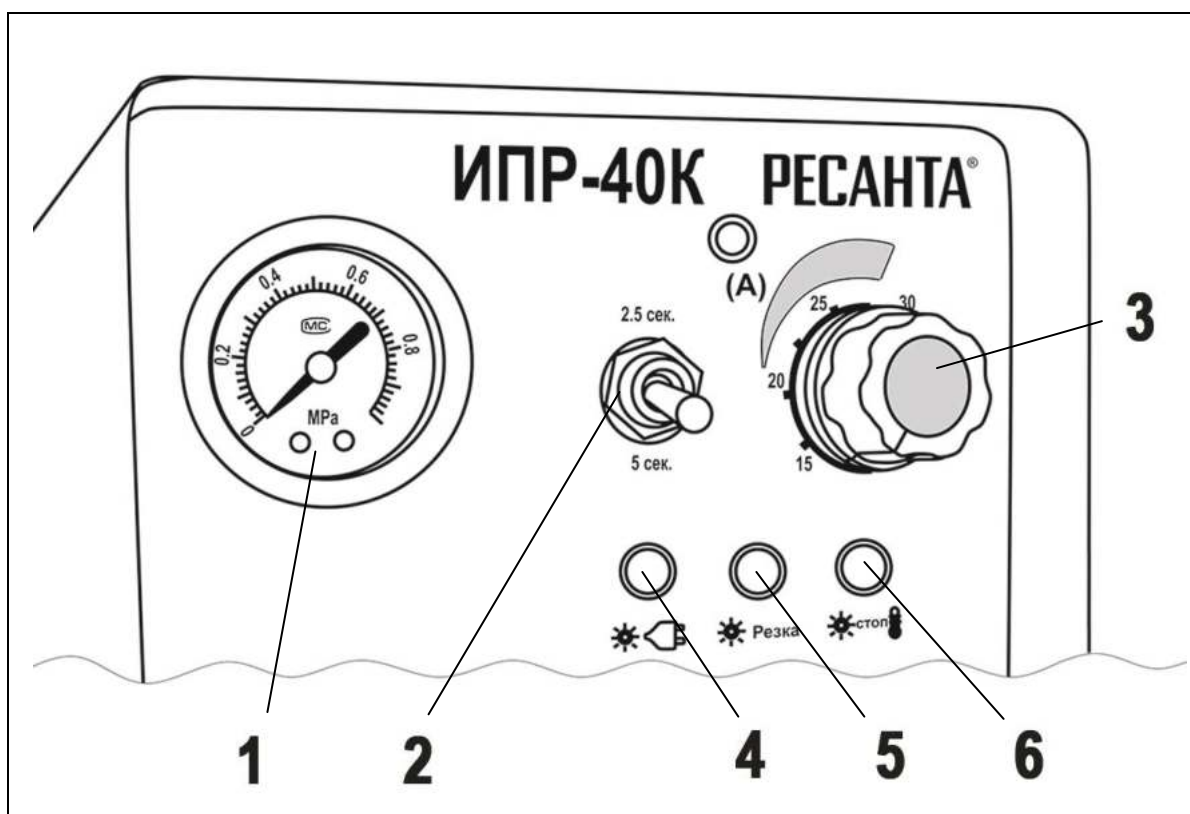

Рис. 2. Элементы управления и индикации
6. Выставьте необходимые параметры резки (см. рис.2). Давление сжатого воздуха должно быть постоянным и не должно быть ниже 0,4 МПа. При работе на низком давлении сжатого воздуха срок службы плазменной горелки сокращается.